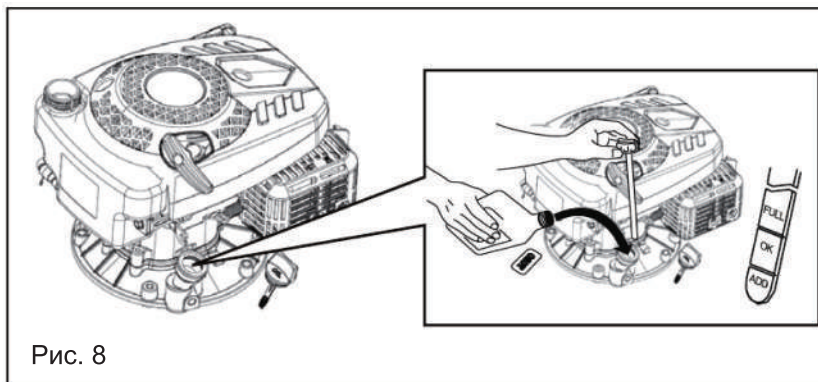

Рис. 8
2. Откройте крышку маслозаливной горловины и извлеките масляный щуп (Рис. 8).